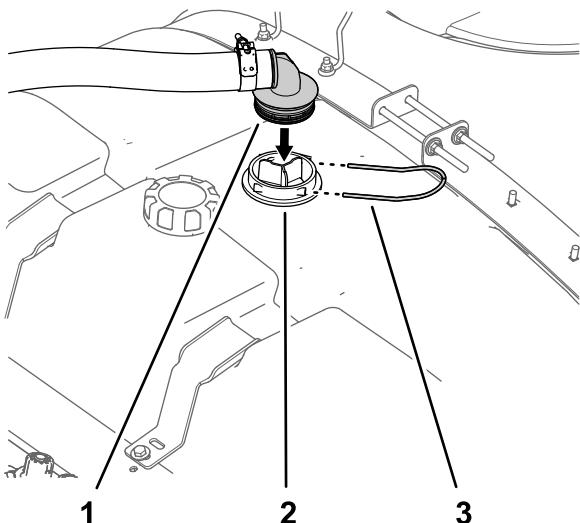

Bild 2
1. Nehmen Sie die Haltegabel oben am Sprühbehälter ab, mit der das gezahnte 90°-Anschlussstück des Ansaugschlauchs am Gehäuse des Saugsiebs befestigt ist, und nehmen Sie das gezahnte Anschlussstück vom Gehäuse ab (Bild 2).
2. Entfernen Sie das 90°-Anschlussstück vom Gehäuse des Saugsiebs (Bild 2).